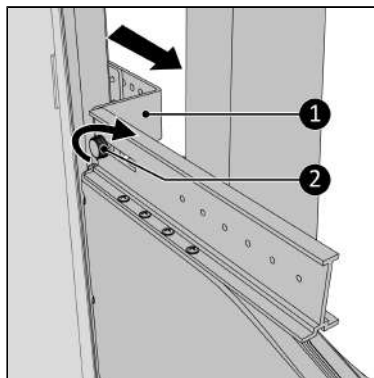

Figure 185.
9. Tirez le support vers vous autant que possible (Figure 185, pos. 1) afin qu'il se fixe correctement.
10. Serrez le cache de la vis (Figure 185, pos. 2).